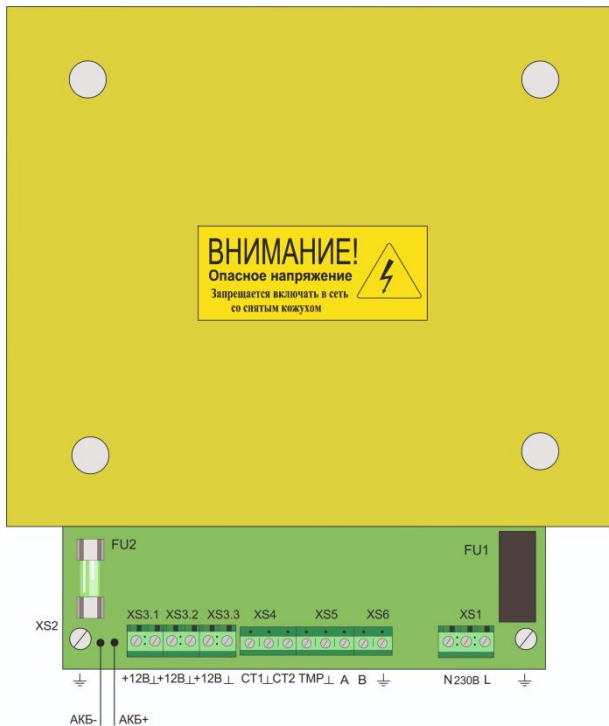

Рис.3
При подключении клемм СТ1 и СТ2 (см. таблицу 3 и рисунок 3) путем размыкания данных контактов относительно контакта «⊥» ББП формирует сигналы на внешние устройства об отсутствии электрической сети переменного тока 230 В и разряде АКБ,
6. При необходимости дистанционного контроля состояний отсутствия электрической сети переменного тока 230 В и разряда АКБ подключите клеммы СТ1 и СТ 2 (см. таблицу 3 и рисунок 3) к соответствующим устройствам.